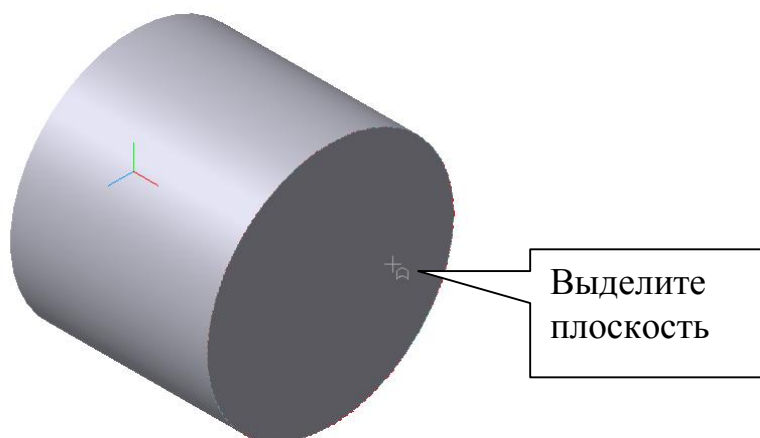

Рис. 94
- Для создания первой цилиндрической ступени на плоскости ZY создайте эскиз  в виде окружности радиусом 25 мм. Перейдите в режим редактирования детали и выполните операцию **Выдавливание**  с параметрами: на расстояние 40 мм в обратном направлении , без тонкой стенки . Выполните ориентацию «Изометрия XYZ». Выделите плоскость на построенной цилиндрической ступени, рис. 94, создайте эскиз, изобразите окружность радиусом 15 мм и выполните операцию **Приклеить выдавливанием**  с параметрами: на расстояние 60 мм в прямом направлении , без тонкой стенки .